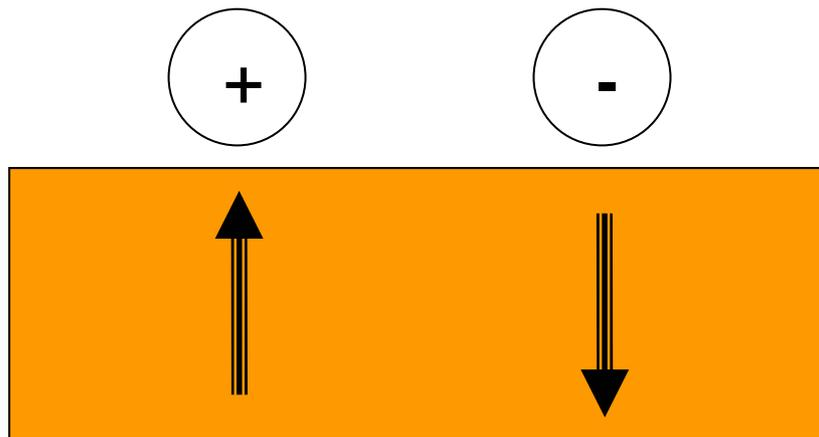

Fig. 1 : Mouvements d'électrofiltration et distribution du potentiel qui en résulte.
- de contraindre d'éventuels mouvements d'**électrofiltration**¹ (cf. **Fig. 1**)